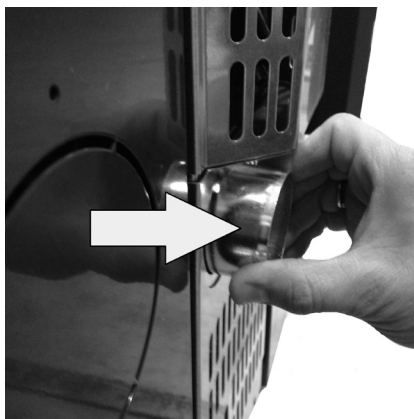

Fig. 13 - Phase 2
- Leitung circa 2 mm herausziehen (siehe **Fig. 13**).